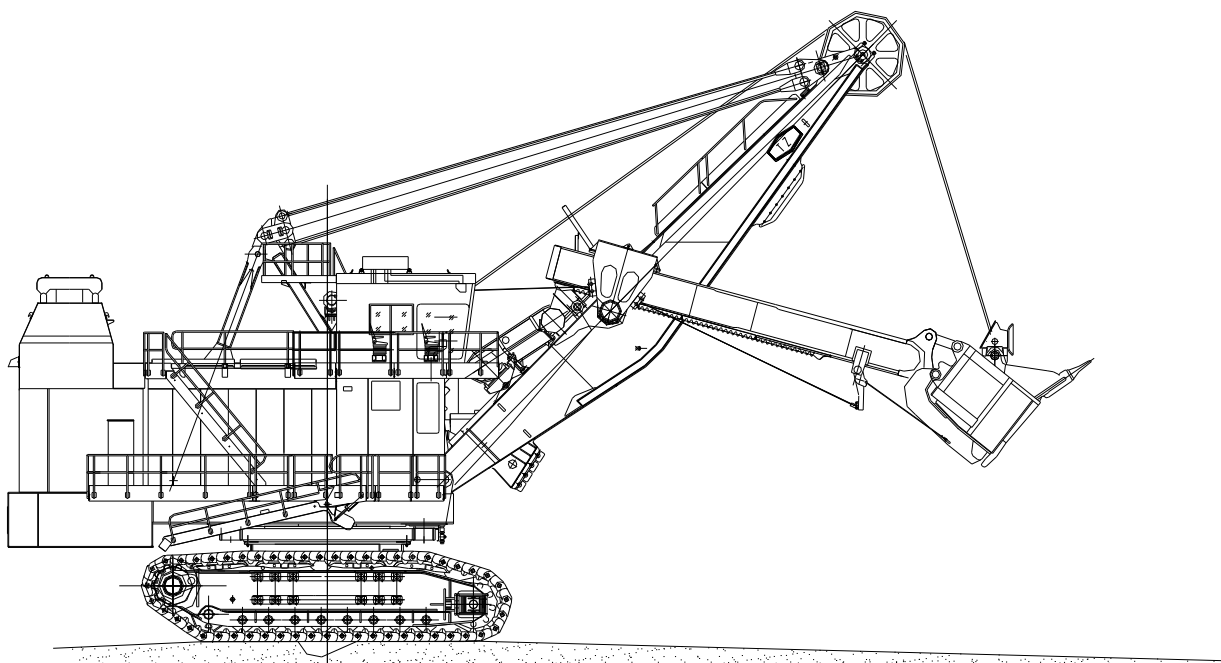

Рисунок 12-12. Место разборки и передвижения опорного колеса
2. Экскаватор приводится в движение до тех пор, пока опорные катки не дойдут до положения ямы (см. рисунок 12-12);